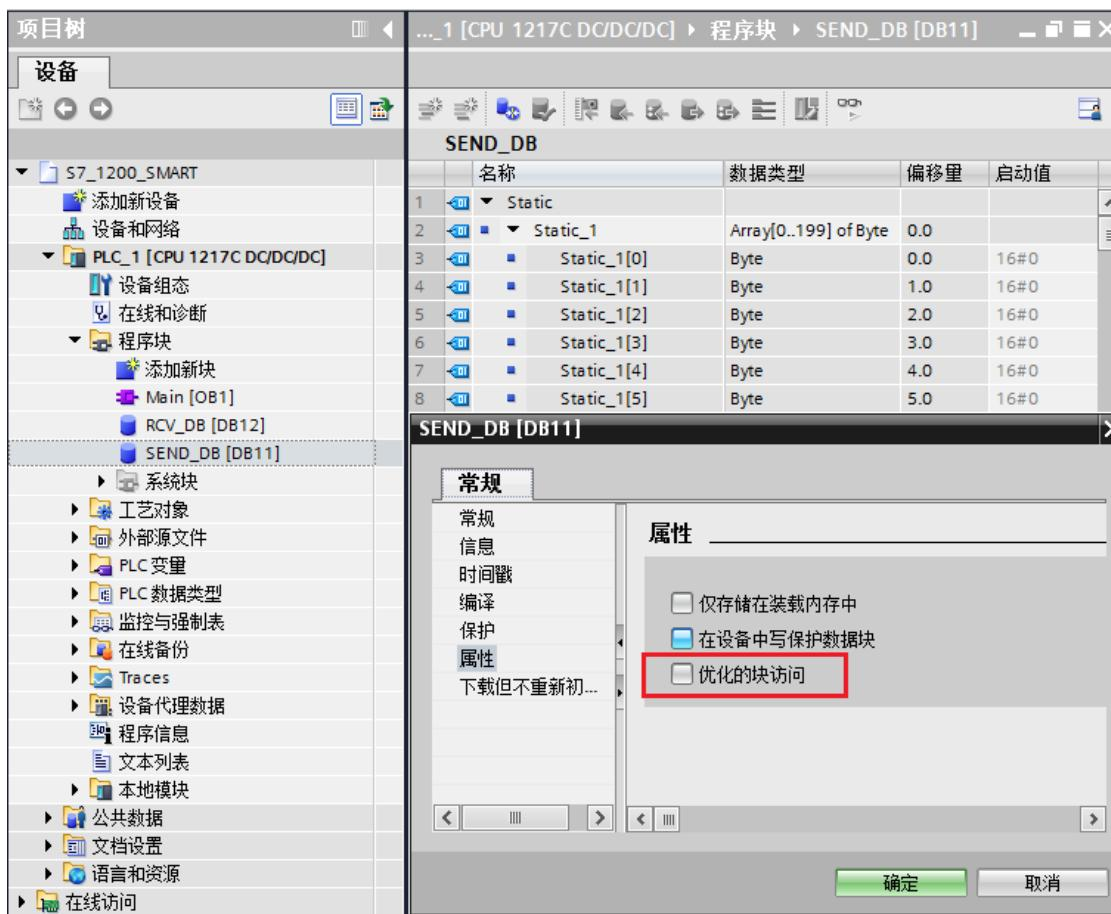

图4. 创建发送数据块DB11
3. 创建发送数据块DB11 (接收区数据块DB12类似), 数据块中定义200个字节的数组, 数据块的属性中需要取消"优化的块访问"选项。如图4. 所示。